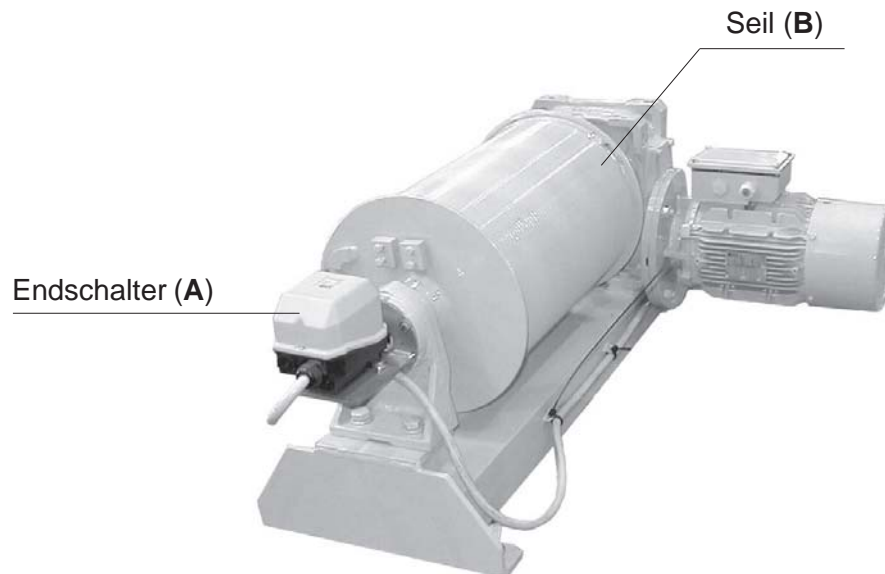

Abb. 1.3.1
Auf der Seilwinde DAD 2 2 D1 ist ein Endschalter für das Verfahren der Laufkatze (A) montiert (Abb. 1.3.1).
Das Laufkatzeseil (B) ist normalerweise bereits auf der Windentrommel aufgewickelt (Abb. 1.3.1).